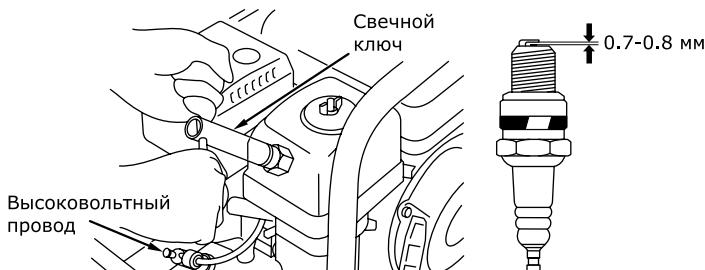

Рис. 18
- Выверните свечным шестигранным ключом (входит в комплект поставки) и осмотрите свечу (рис. 18). Юбка свечи (между керамической частью и металлической частью) должна иметь желто-коричневый цвет.
- Проверьте величину зазора между заземляющим и центральным электродами, используя специальный щуп. При необходимости установите зазор 0,7 – 0,8 мм (рис. 18).